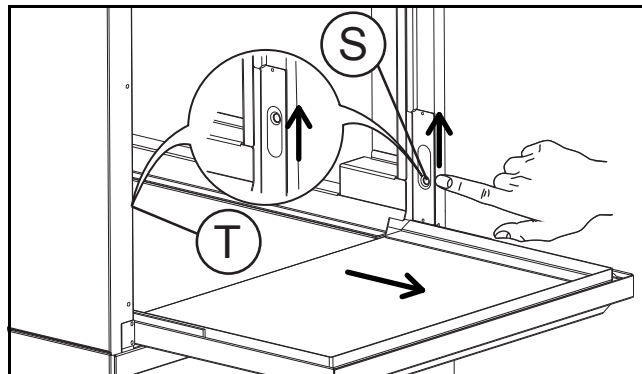

Figura 23 Retirada de la puerta
- Abra la puerta para acceder a la cuba (Figura 23):